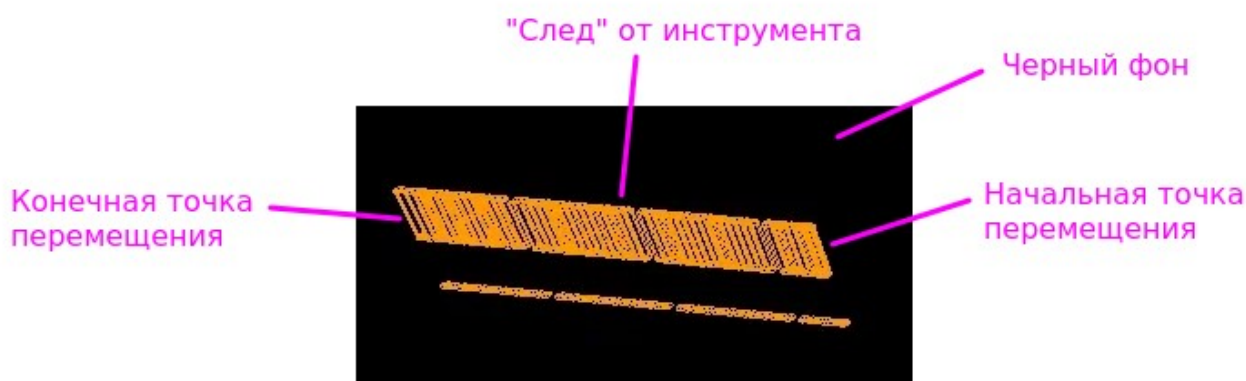

Рисунок 31: Некорректное построение визуализации
- 1) фон изображения всегда черный, независимо от настройки цветовой схемы (меню *Сервис* → *Настройки* → *Цвета*) (см. рис. 31);
- 2) при перемещении инструмент «оставляет за собой след» (см. рис. 31);